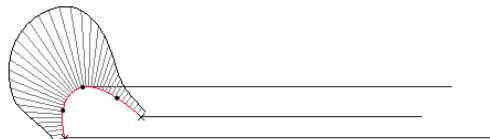
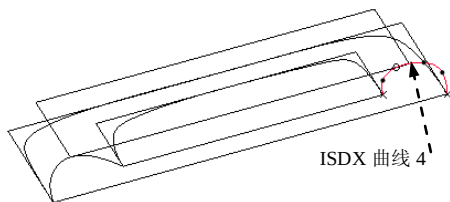

图 8.8.36 ISDX 曲线 3 的曲率图
图 8.8.37 创建 ISDX 曲线 4
(5) 对照曲线的曲率图，编辑 ISDX 曲线 3。
① 单击  按钮，选择 Course_v3 视图。
② 在 **样式** 功能选项卡中的 **分析** 区域中单击“曲率”按钮 ，然后选取图 8.8.36 中的 ISDX 曲线 3；对照图 8.8.36 中的曲率图（注意：此时在 **比例** 文本框中输入数值 15.00），再次对 ISDX 曲线 3 上的其他几个点进行拖拉编辑。
(6) 完成编辑后，单击操控板中的  按钮。
Step5. 创建图 8.8.37 所示的 ISDX 曲线 4。